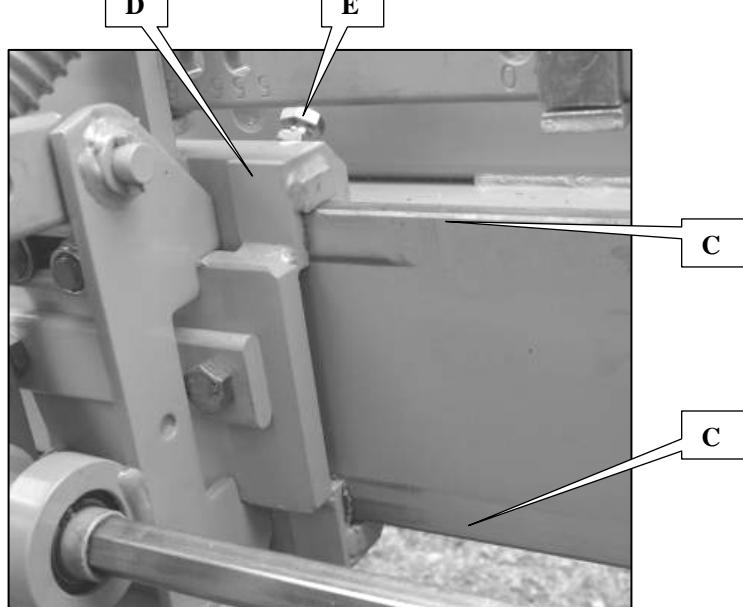

Fig. 2
- 1 - Smontare la trasmissione e il carter di trasmissione (C fig. 2).
- Les éléments n° 3 et 4 sont montés sur glissière (D fig. 2). Les guides de glissières sont maintenus en pression par les 2 vis (E fig. 2). Le couple de serrage ces 2 vis doit être de 24 N.m. Ne pas intervenir sur les 2 vis inférieures.